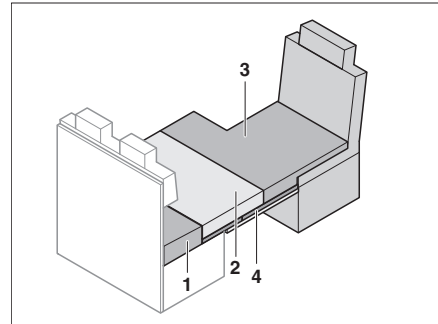

Bild 195 Efter ombyggnaden
- Lägg extradynan (Bild 195,3) på förarstolen.
- Lägg sittdynan (Bild 195,2) på underlägget för extrasängen.